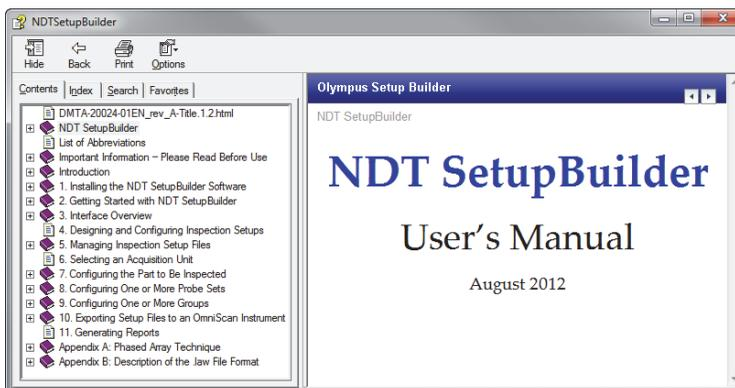

Рис. 4-24 Окно просмотра HTML-справки
- ◆ В меню **Help** (Справка) щелкните **Online Help** (Онлайн-справка). Открывается окно HTML-справки NDT SetupBuilder (см. Рис. 4-24 на стр. 59).